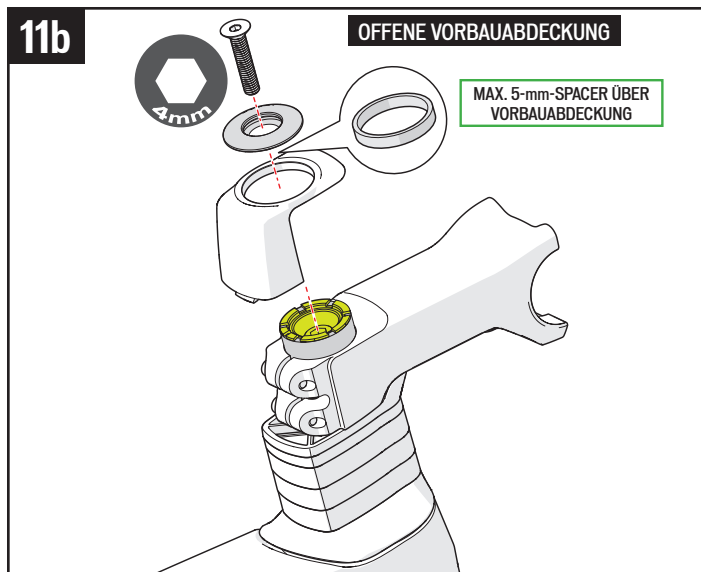

**Abb. 10b:** Montage mit offener Vorbauabdeckung.
**WARNUNG!** Nachdem Sie die Einstellungen für das Fahrrad ermittelt haben, kürzen Sie den Gabelschaft 3 mm unterhalb der Oberkante des Vorbaus (Abb. 10a/11a). Alternativ kann ein 5-mm-Spacer bei Verwendung einer offenen Vorbauabdeckung über dem Vorbau platziert werden (Abb. 10b/11b). Die Spacer dürfen nicht um mehr als 5 mm über den Vorbau hinausstehen.